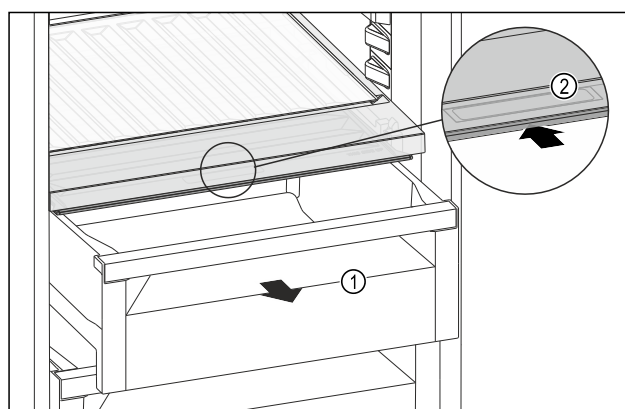

Fig. 198
- Schubfach Fig. 198 (1) herausziehen.
- Griffmulde Fig. 198 (2) am Fachdeckel anfassen und Fachdeckel gleichzeitig nach hinten schieben.